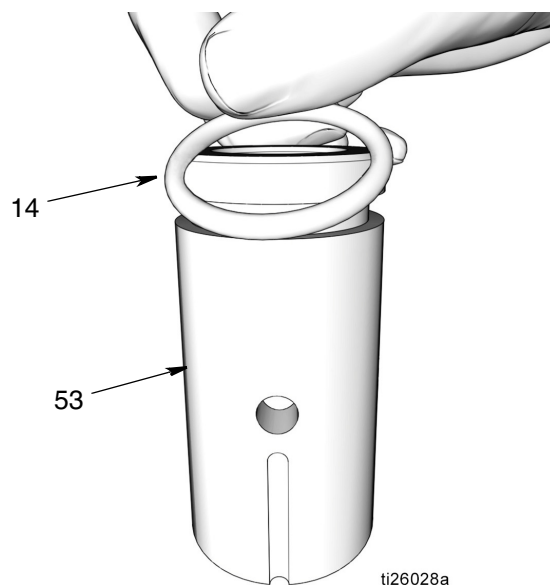

FIG. 43
- Utilizzare un panno pulito per pulire la manica dell'elemento della pompa (53) e rimuovere sporco o contaminanti. Ispezionare la superficie per verificare l'eventuale presenza di graffi e/o danni.
- Applicare un sottile strato di grasso all'O-ring (14). Installare l'O-ring attorno alla manica dell'elemento della pompa (d) (FIG. 43).